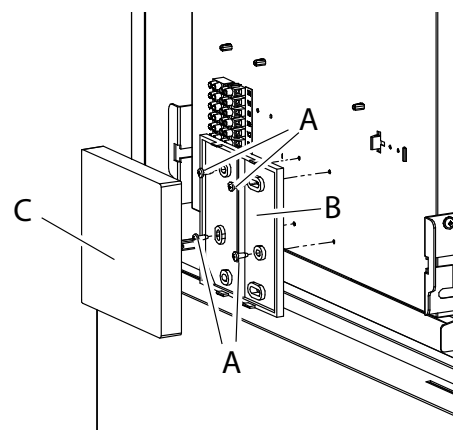

Abb. 17 - Installation der Fernbedienung
- Befestigen Sie die Rückabdeckung (siehe B Abb. 17) der Fernbedienung mit den 4 Schrauben (siehe A Abb. 17), die bereits am Schaltschrank montiert sind.
- Hängen Sie die Fernbedienung (siehe C Abb. 17) an die Rückabdeckung (siehe B Abb. 17) mit den passenden Schnappstiften ein.